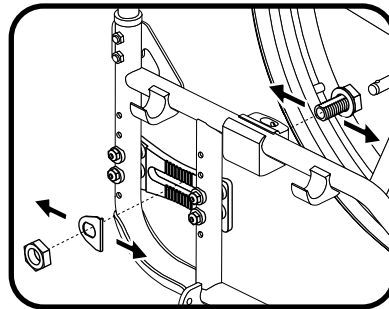

Figura 13. Posizione ruota motrice
2. Rimuovere il bullone centrale e il dado dal supporto di montaggio. Vedere figura 13.